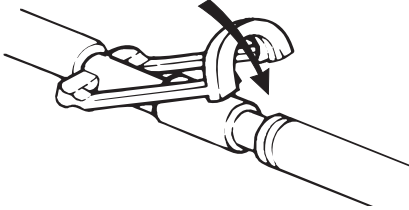
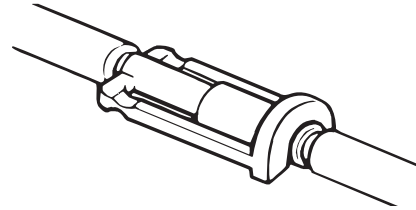

Figure 1-5 : Introduction des raccords
Figure 1-6 : Anneau de blocage
1. Quand les raccords sont introduits (Figure 1-5 à la page 11), enclencher l'anneau de blocage (Figure 1-6 à la page 11)